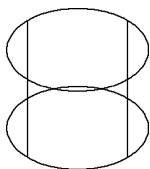
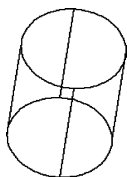

图 12-5 按指定的高度
图12-6 指定圆柱体另一个
(1) 指定底面的中心点: 输入底面圆心的坐标, 此选项为系统的默认选项。然后指定底面的半径和高度。AutoCAD 按指定的高度创建圆柱体, 且圆柱体的中心线与当前坐标系的 Z 轴平行, 如图 12-5 所示。也可以指定另一个端面的圆心来指定高度。AutoCAD 根据圆柱体两个端面的中心位置来创建圆柱体。该圆柱体的中心线就是两个端面中心的连线, 如图 12-6 所示。